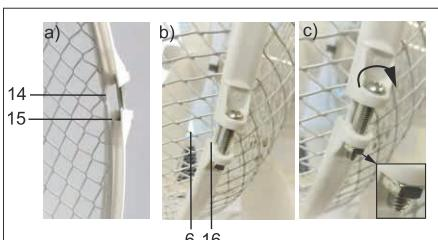

Fig.101: Montering av det främre skyddsgallret
9. Fatta fixerbandet (7) i ändarna.
10. För in stjärnskruven med kullrigt huvud (8 a) genom bågge öglor (15) och fäst den med muttern (8 b). *Skruta i skruven så att dess ände inte sticker ut från muttern.*
11. Fäst fixerbandet runt det bakre skyddsgallret (14). Skyddsgallrets kant ska ligga i fixerbandets främre skåra (16), se bild 101 b).